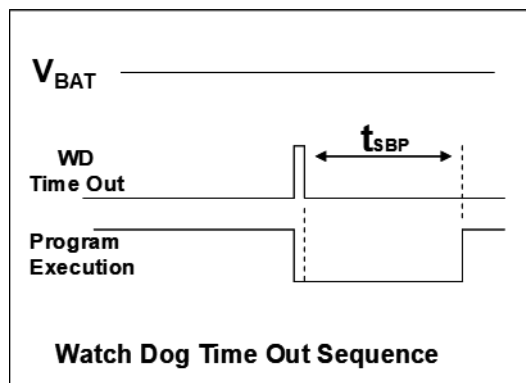

图 17：看门狗超时溢出时序图
当看门狗超时溢出时，PMB183(B) 将复位并重新运行程序。看门狗时序图如图 17 所示。